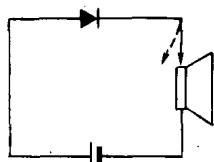

图1-10
⑤用电池和喇叭来判别二极管的正、负极:如图1-10所示,将一节电池和一个喇叭(或耳机)与被测二极管构成串联电路。然后将二极管的一端引线断续触碰喇叭,再把二极管倒头又测一次。以听到“咯咯”声较大的一次为准,与电池正极相接的那一根引线为正极,另一根为负极。